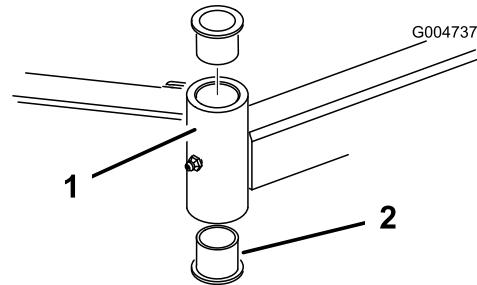

Figura 87
4. Introduza um punção para cavilhas na zona superior ou inferior do tubo de montagem e retire o casquinho para fora do tubo (Figura 87). Retire igualmente o outro casquinho do tubo. Limpe o interior dos tubos para remover a sujidade.